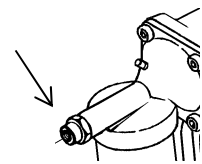

Fig.7
- ・ 付属のノズルに替えてマイクロホースを取付ける時は、ユニオン組立まで取外さないように注意してください。(Fig.7)